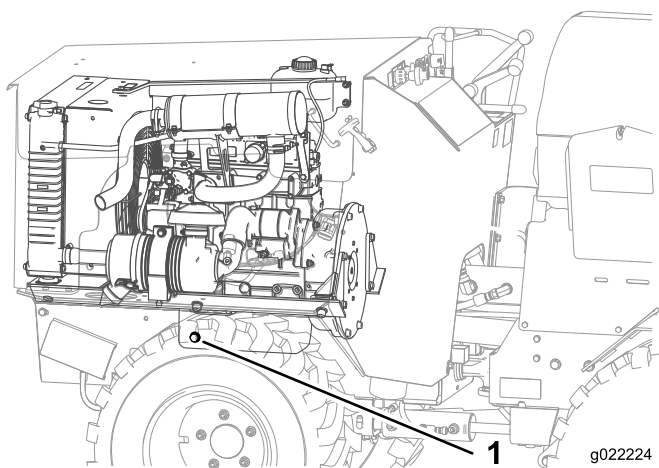

Figure 30
4. Retirez le bouchon de remplissage et le boulon de vidange (Figure 30).